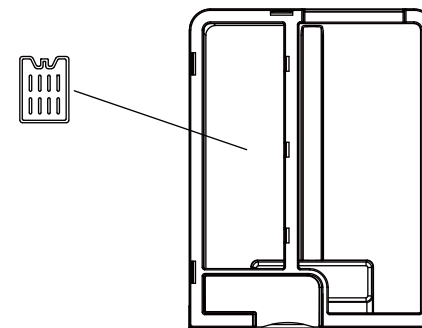

Abb. 3
**Hinweis:** Lassen Sie die Eisbox für 2 Stunden im Tiefkühlfach oder -gerät gefrieren und stellen Sie sie dann in den Wassertank, um das Wasser abzukühlen. Der Luftstrom aus dem Gerät wird viel kühler. Beachten Sie, dass die Eisbox links in den Tank gestellt werden muss (Abb. 3)